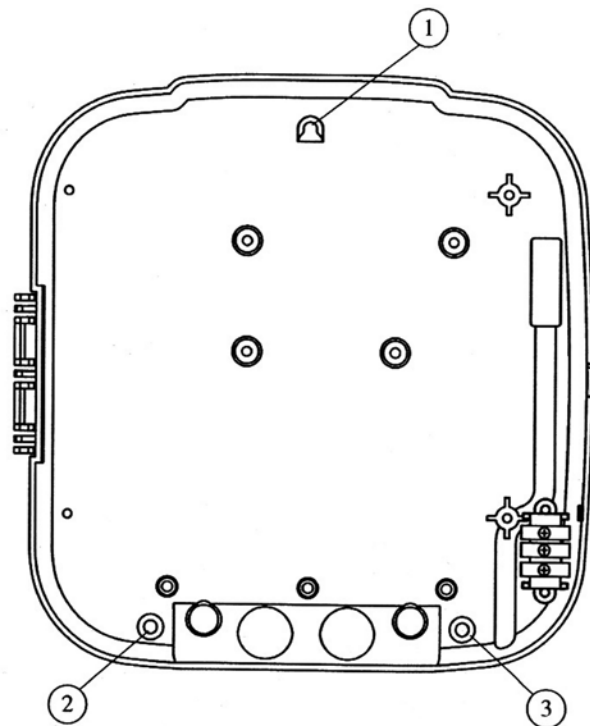

Abb. 5. Befestigen des Gehäuses
- Das Gehäuse wird mit drei Schrauben an der Wand befestigt. Abb. 5.